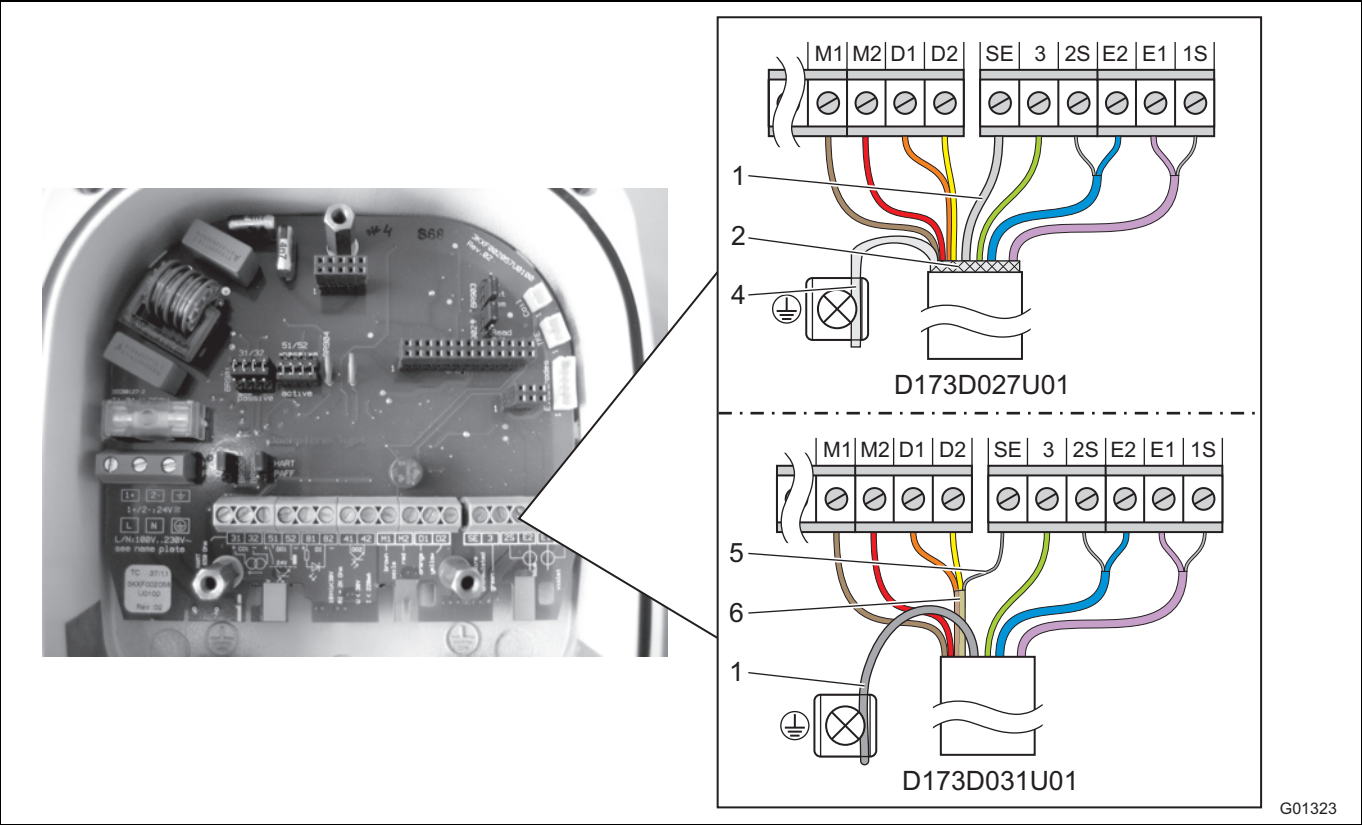

图29： 变送器侧，尺寸单位：毫米 (英寸)
按图图29准备变送器侧的电缆端。
- 按图图29所示连接其他导线。